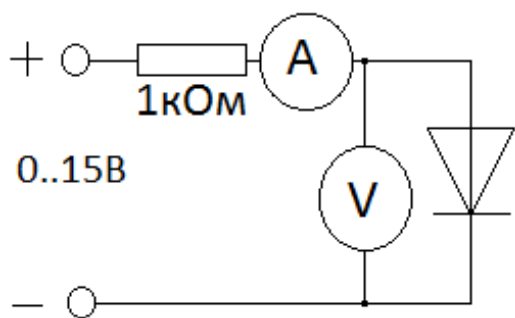
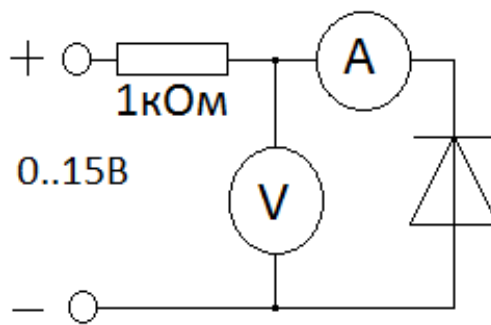

Рис. 1.1
Рис. 1.2
1. Соберите цепь согласно рис. 1.1. Проводя измерения, заполните табл. 1.1. Соберите цепь согласно рис. 1.2. Измерьте ток I при $U = -10$ В и запишите его в табл. 1.1.
3. Нанесите на график с координатами $(U, \ln(I))$ экспериментальные точки. Проведите прямую, наиболее близкую к экспериментальным точкам. Продолжите эту прямую до пересечения с осью ординат. Из графика найдите $\ln(I_0) = \ln(I)|_{U=0}$ и вычислите обратный ток I_0 насыщения диода. Сравните вычисленное значение I_0 с измеренным током $I(U = -10$ В). Определите коэффициент k наклона экспериментальной прямой. По формуле $\alpha = k k_B T / e$ (см. соотношение (4)) вычислите коэффициент α . При температуре $T \approx 300$ К величина $k_B T / e \approx 0.026$ В.